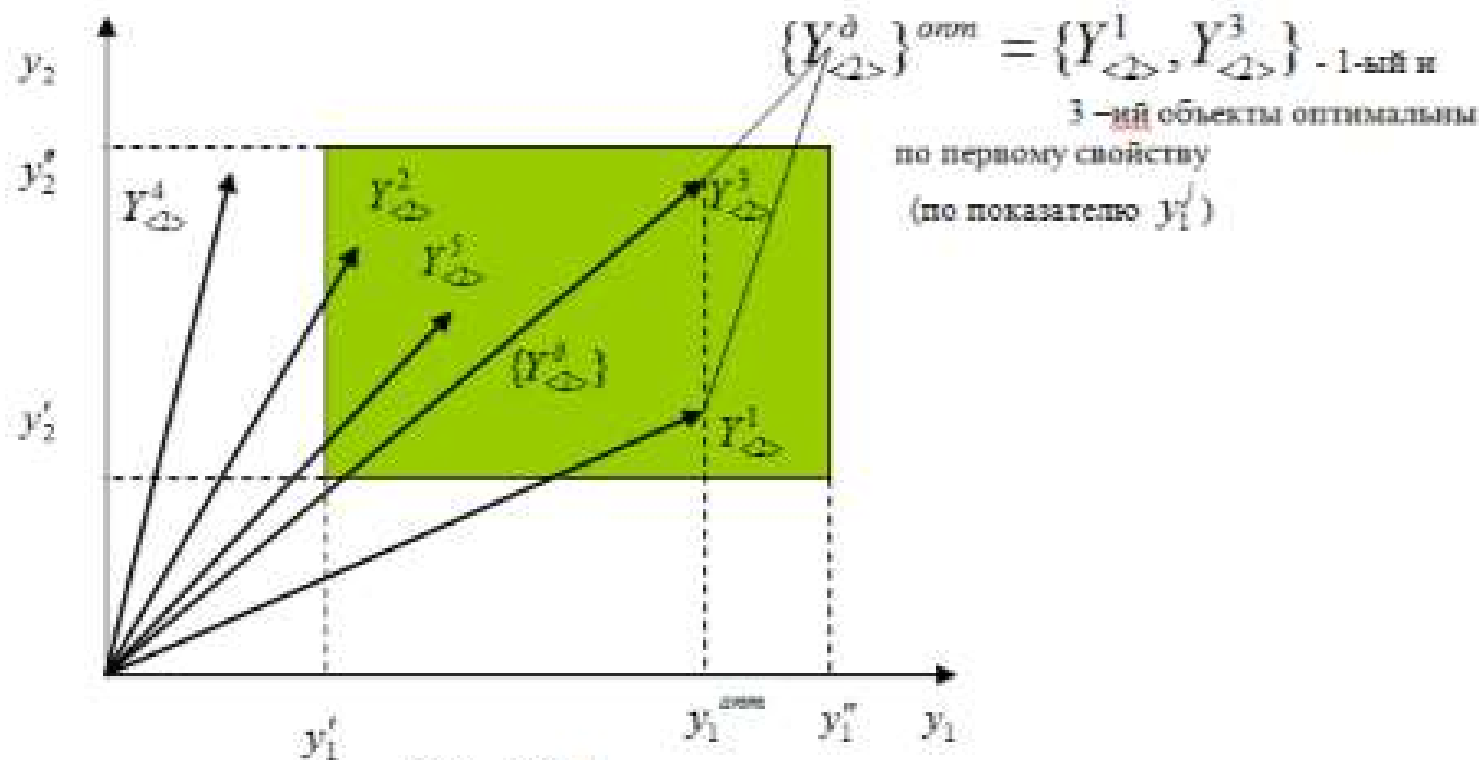

Рис. 2.2.2
**Пример 4.** Критерий (2) в векторной форме иллюстрируется рис. 2.2.2, построенным в условиях примера 3 для случая
Как видно из рис. 2.2.2, в приведенном примере 1-й и 3-й объекты оптимальны по первому свойству (по показателю  $y_1^j$ ), т.е.  $\{Y_{\langle 2 \rangle}^{\delta}\}^{opt} = \{Y_{\langle 2 \rangle}^1, Y_{\langle 2 \rangle}^3\}$ .